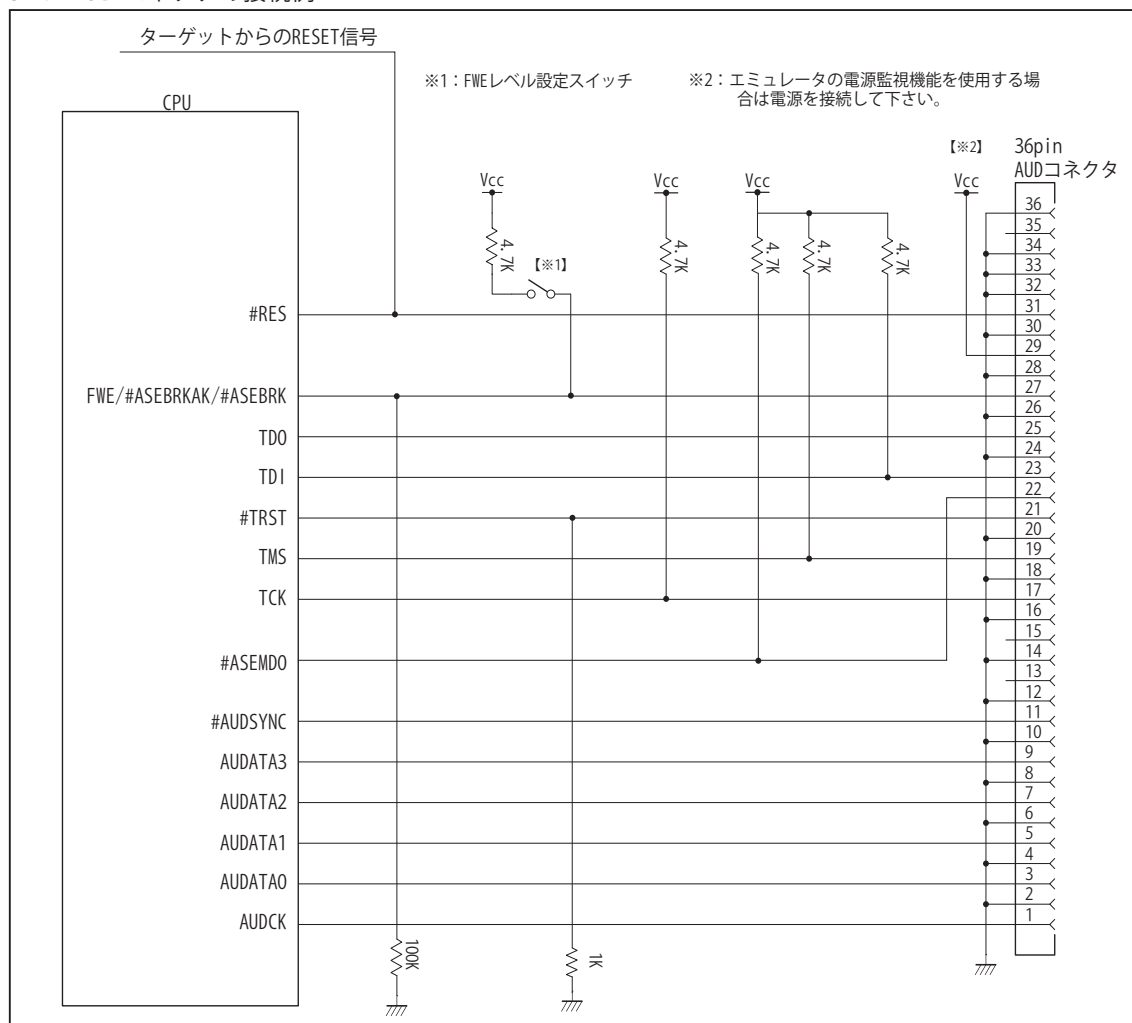

図5. AUD コネクタ接続図
- ・図5に記載されている抵抗値は参考値です。
- ・FWE端子（入力端子）は#ASEBRKAK/#ASEBRK端子（入出力端子）とマルチプレクスされています。その為FWE端子のレベル設定はVccやGNDに直結せず、図5のようにプルアップ／プルダウン抵抗で行って下さい。